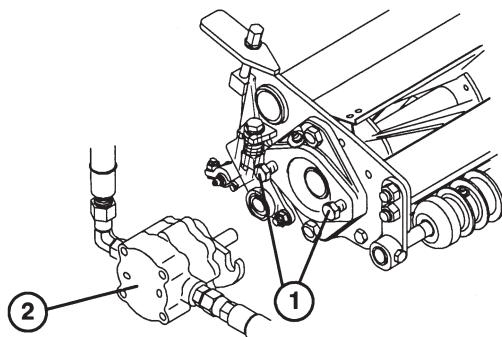

Figure 7
7. Installez les vis d'assemblage du moteur d' entraînement des cylindres sur chaque plateau de coupe. Laissez dépasser environ 1,2 cm du filetage de chaque goujon de montage (Fig. 7).
10. Lubrifiez l' arbre cannelé de chaque moteur avec de la graisse propre, puis montez le moteur en le tournant dans le sens horaire de sorte que les brides dépassent les goujons. Tournez le moteur dans le sens anti-horaire jusqu'à ce que les brides encerclent les goujons, puis serrez les vis d' assemblage (Fig. 7).